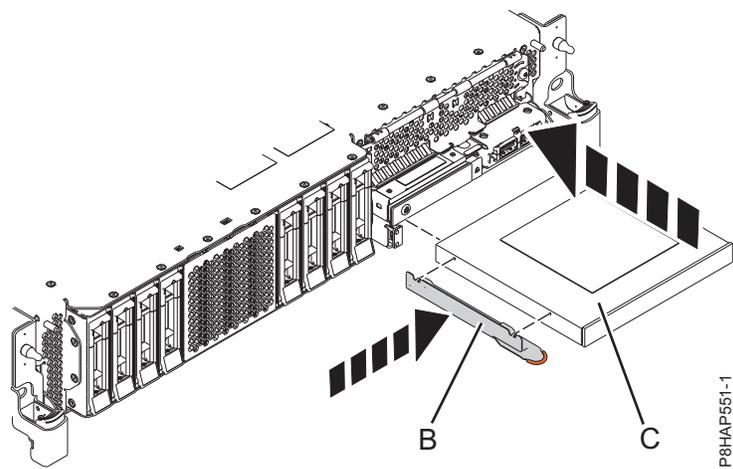
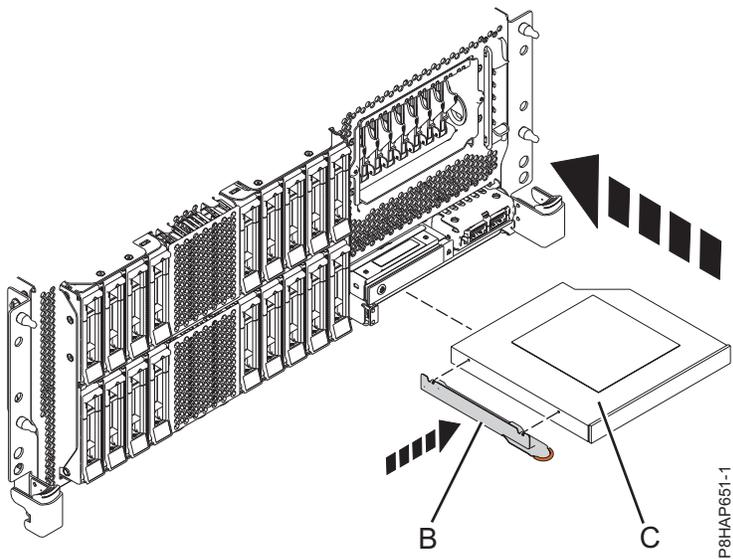
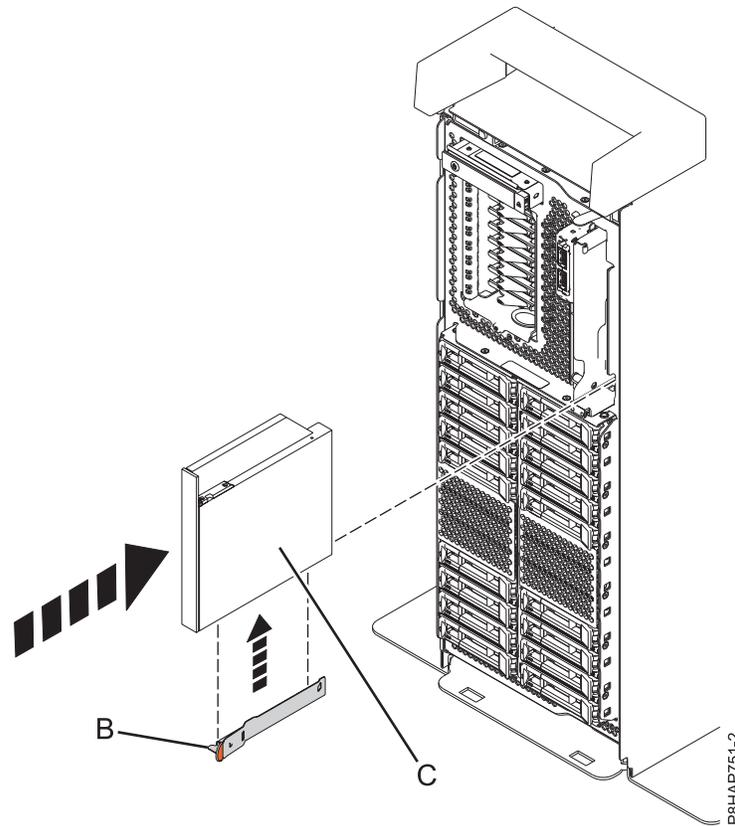

Abbildung 2. Flache Einheit für austauschbare Datenträger installieren - System 5148-21L, 5148-22L, 8247-21L, 8247-22L, 8284-21A oder 8284-22A
Abbildung 3. Flache Einheit für austauschbare Datenträger installieren - Einschubsystem 8247-42L, 8286-41A oder 8286-42A
Abbildung 4. Flache Einheit für austauschbare Datenträger installieren - eigenständiges System
4. Befestigen Sie die Halterung (**B**) an der neuen flachen Einheit für austauschbare Datenträger; siehe Darstellung in Abb. 2 auf Seite 6 bei einem System vom Typ 5148-21L, 5148-22L, 8247-21L, 8247-22L, 8284-21A oder 8284-22A, Abb. 3 auf Seite 6 bei einem System vom Typ 8247-42L, 8286-41A oder 8286-42A oder Abb. 4 auf Seite 7 bei einem eigenständigen System vom Typ 8286-41A.
Für ein System vom Typ 5148-21L, 5148-22L, 8247-21L, 8247-22L, 8284-21A oder 8284-22A gilt Abb. 2 auf Seite 6, für ein System vom Typ 8247-42L, 8286-41A oder 8286-42A gilt Abb. 3 auf Seite 6 und für ein eigenständiges System vom Typ 8286-41A gilt Abb. 4 auf Seite 7.